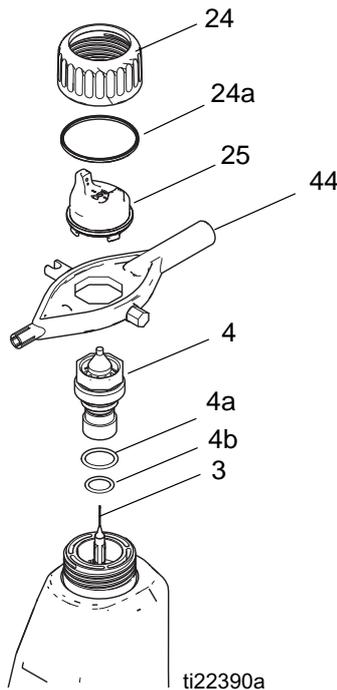

Fig. 28. Luftkappe/Düse ersetzen
2. Den Haltering (24) und die Luftkappe (25) entfernen. Siehe hierzu FIGURE 28.
3. Die Materialdüseneinheit (4) mit dem Multifunktionswerkzeug (44) entfernen.